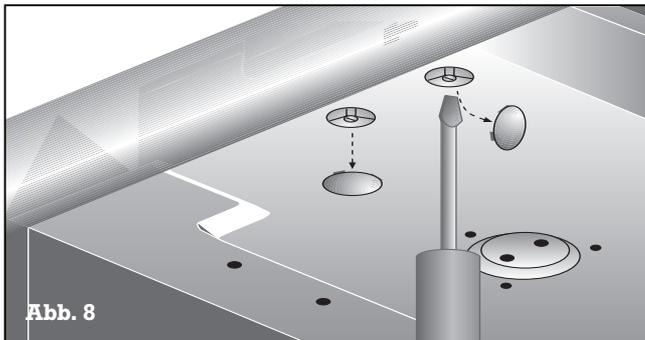

Abb. 8
- Entfernen Sie die Abdeckung an der Unterseite des Gerätes unter den Gashähnen. Die Kleinstelldüse 1 befindet sich im Gashahn und wird von unten eingeschraubt. (siehe Abb. 8)